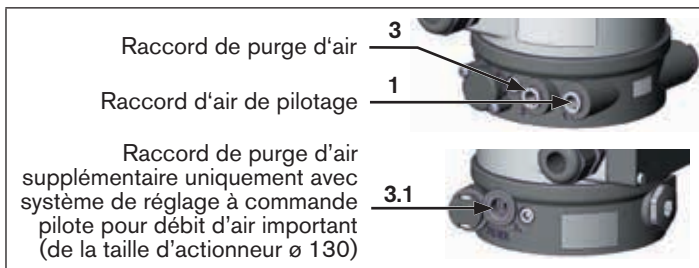

Fig. 8 : Raccordement pneumatique
- Monter la conduite de purge d'air ou un silencieux sur le raccord de purge d'air (« Fig. 8 »: **3**) et sur le raccord de purge d'air supplémentaire (« Fig. 8 »: **3.1**) si disponible.